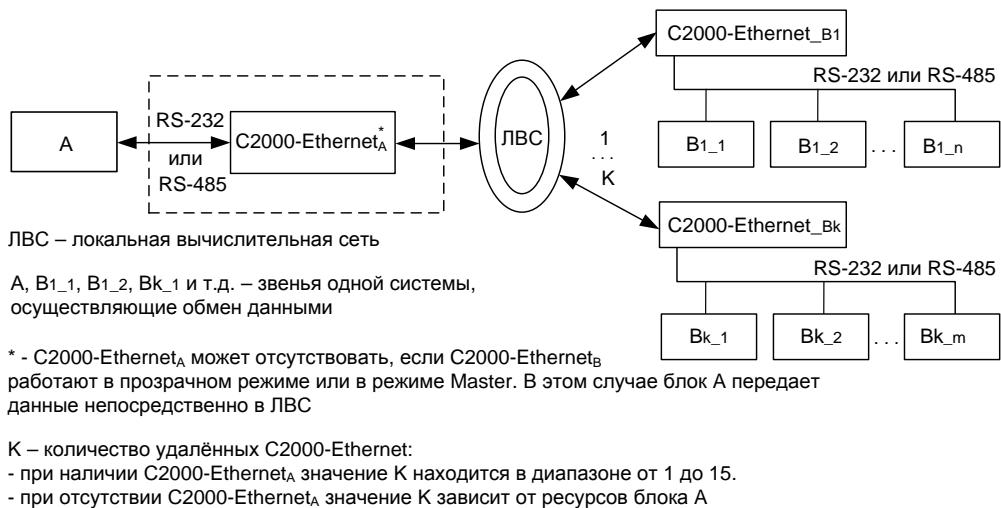

Рисунок 1 Общая схема использования «C2000-Ethernet»
- для оптимальной работы системы со стороны блока А рекомендуется устанавливать приборы «C2000-Ethernet» v3.00 и выше (Рисунок 1).